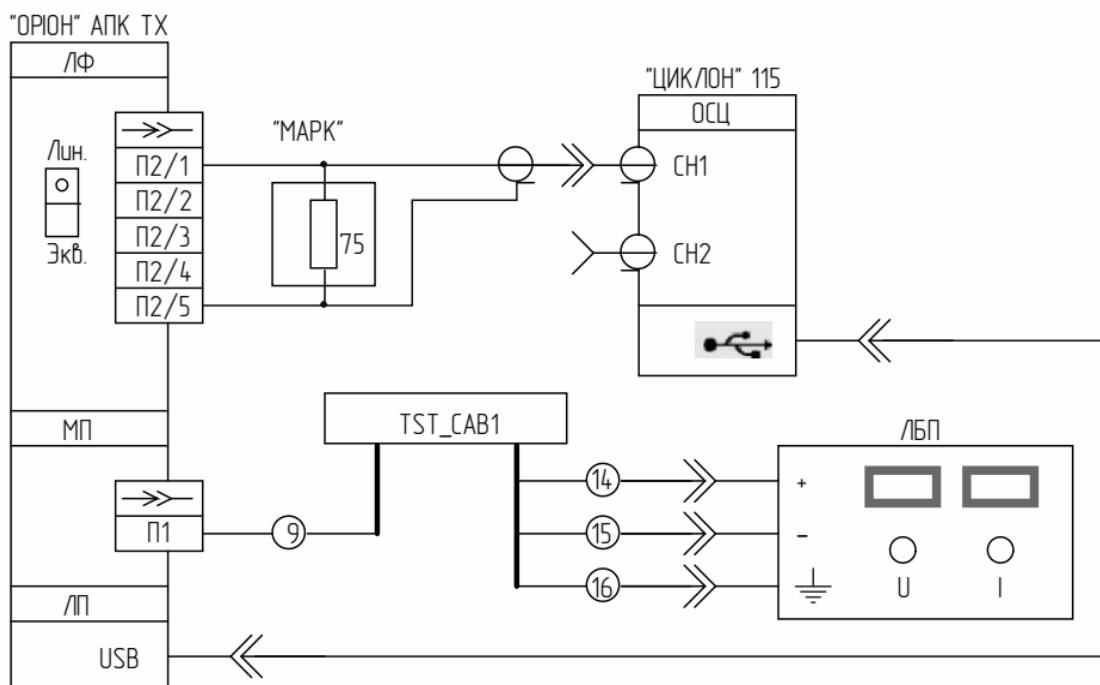

Рисунок 8.16.2 – Схема подключения
- 1) Подключить «ОPIОН» АПК TX к ЛБП с помощью тестовых кабелей «TST\_CAB1» (см. рисунок 8.16.2);